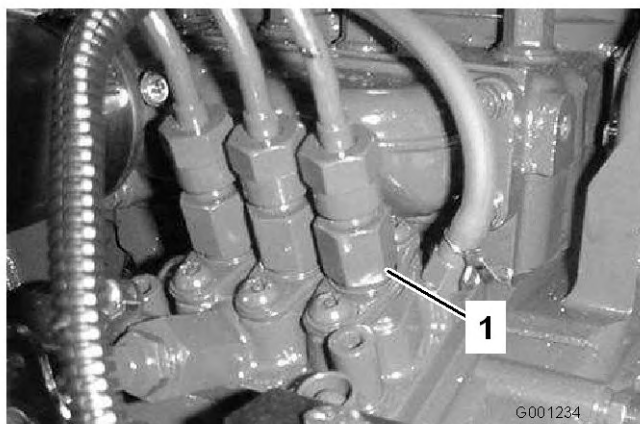

図 52
1. 燃料噴射ポンプの No.1インジェクタ・ノズル（図 52）へのパイプ接続部をゆるめる。